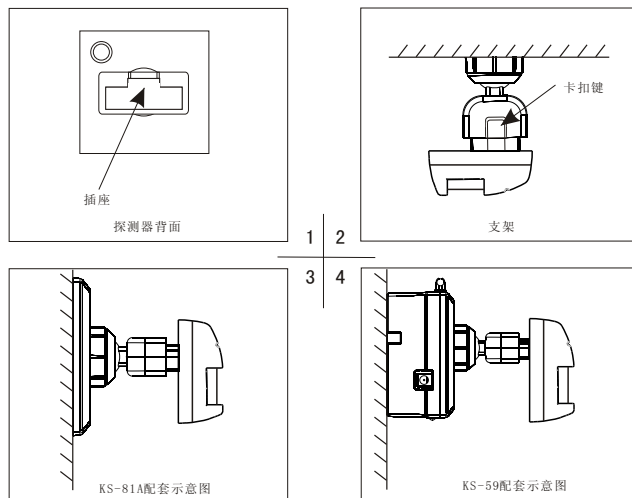

图6
2.3、探测器与KS-59/KS-81A安装、拆卸方法(如图6)：